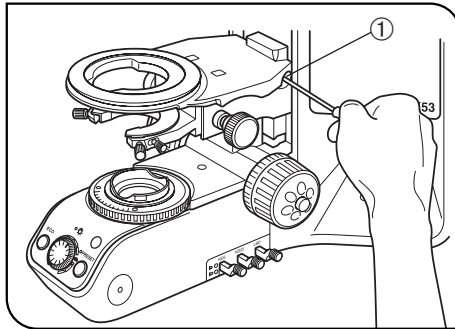

Fig. 15
2. Allentare la vite di fermo del supporto ① con un cacciavite a brugola e togliere il gruppo di supporto (Fig. 15).